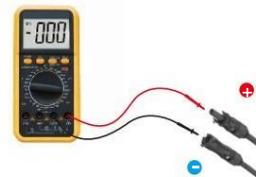
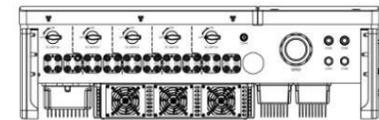

Figura 3.22 Medición con multímetro
Figura 3.23 Conexión de los conectores CC al inversor
5. Mida el voltaje fotovoltaico de entrada de CC con un multímetro, verifique la polaridad del cable de CC (ver figura 3.22) y asegúrese de que el voltaje de cada silla esté en el rango funcionamiento del inversor. Conecte el conector de CC al inversor hasta que escuche un ligero clic, indicando una conexión exitosa. (Ver Figura 3.23)